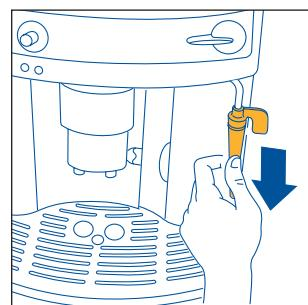

Рис. 26
- Снимите паровое сопло с трубы, потянув его вниз, рис. 26.